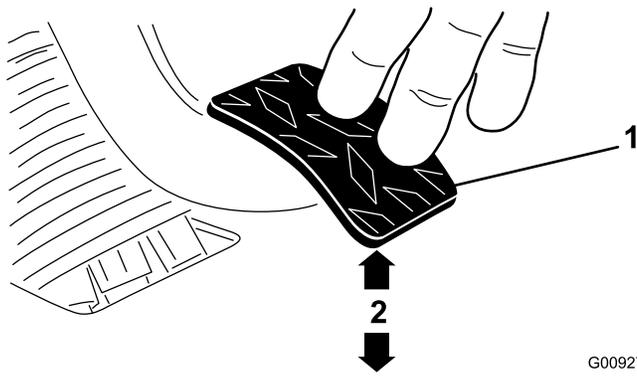

図 70
- ジャムナットまたはボールジョイントを調整する； 1.8 kgの力でクラッチペダルを踏んだ時にペダルの裏面の下端が床のダイヤモンド柄の頂部から  $9.5 \pm 0.3$  cm になるようにする (図 70)。